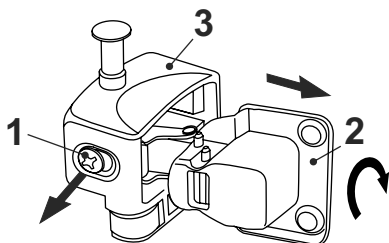

Рис. 1
1. открутить винт 1, и извлечь чашку крепления к двери 2 из корпуса 3 (рис. 1),